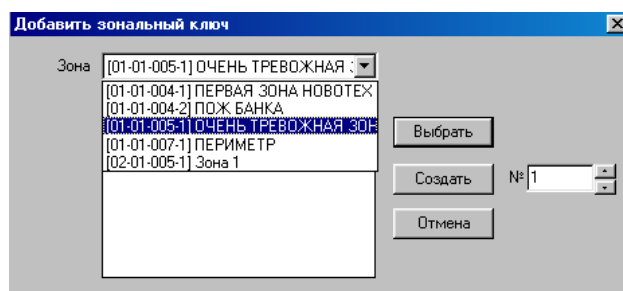

Рисунок 39
3.5.2 Для привязки ключей зоны объекта к доверенному лицу (рисунок 39) выполнить следующие действия. Установить маркер на требуемом доверенном лице и
Удаление ключей осуществляется выбором требуемого доверенного лица, ключа зоны из списка (ключ доверенного лица, рисунок 39) и нажатием кнопки «Убрать ключ».